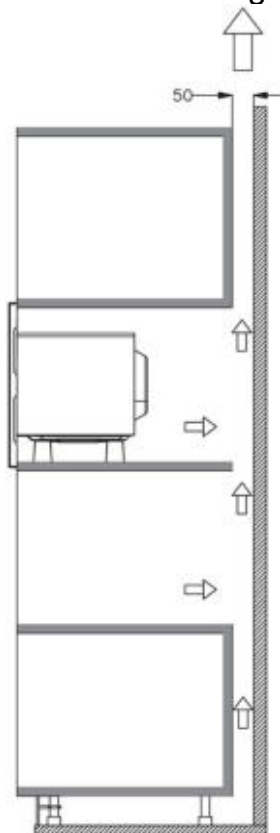

Abb. 4
d) Verwenden Sie die Schrauben der Teileverpackung, um das Mikrowellengerät im Schrank zu befestigen. (Abb. 4)